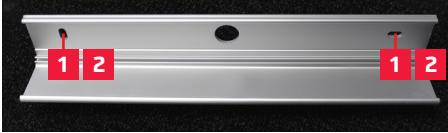

Abb. 2 - Installationsprofil
Schritt 2 • Bei Deckenmontage der LED-Notleuchte das Installationsprofil wie in Abbildung 2 gezeigt anbringen.